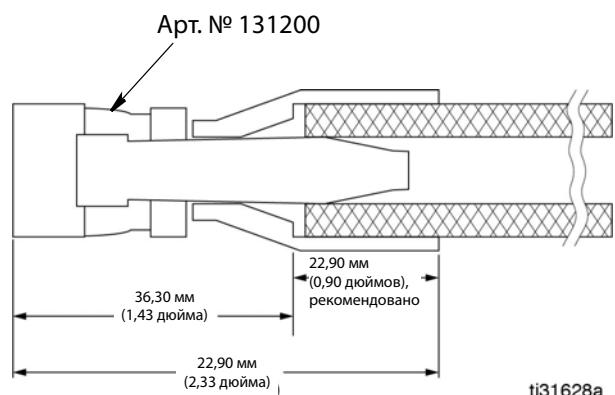

Рис.55
После определения окончательной длины шланга для монтажа установите на необжатый конец шланга многоразовый фитинг с шарнирным соединением, арт. № 131200 (включен в комплект поставки шланга) (см. Рис.55). Следуйте инструкциям по сборке главного шланга, приведенным в следующем разделе данного руководства (стр. 54).
- Чтобы компенсировать длину втулки после установки на конце шланга, добавьте еще 36,30 мм (1,43 дюйма) к полной длине шланга (Рис.55).